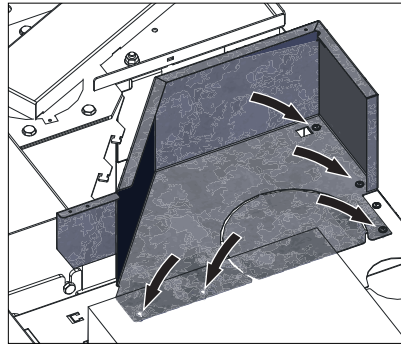

Fig. 54 Verkleidung mit 5 Blechschrauben befestigen
- Verkleidung links oben auflegen und mit 5 Blechschrauben befestigen – Fig. 54.